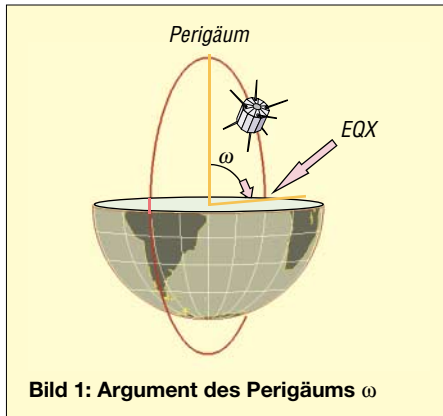

Bild 1: Argument des Perigäums ω
- Argument des Perigäums:** Der Winkel vom aufsteigenden Knoten der Satellitenbahn zum Perigäum (Bild 1).
- Aufsteigender Knoten:** Schnittpunkt der Satellitenbahn mit der Äquatorebene bei Süd-Nord-Übergang. Wird im AMSAT-Jargon EQX genannt (Equator-Crossing) (Bild 1).